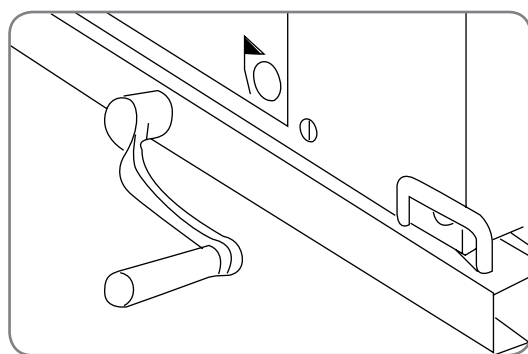

Рис. 7.3. Вкат/выкат выкатного выключателя
- Вставьте рукоятку вката/выката в соответствующее отверстие (рис. 7.3) и вращайте её по часовой стрелке до её остановки или блокировки; выключатель перемещен в рабочее положение. Проконтролируйте состояние соответствующего индикатора на распредустройстве.
- Вставьте рукоятку вката/выката в соответствующее отверстие (рис. 7.3) и вращайте её по против часовой стрелки до её остановки или блокировки; выключатель перемещен в положение "Выкачен".